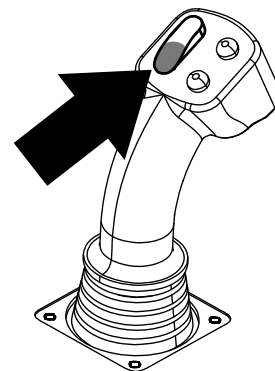
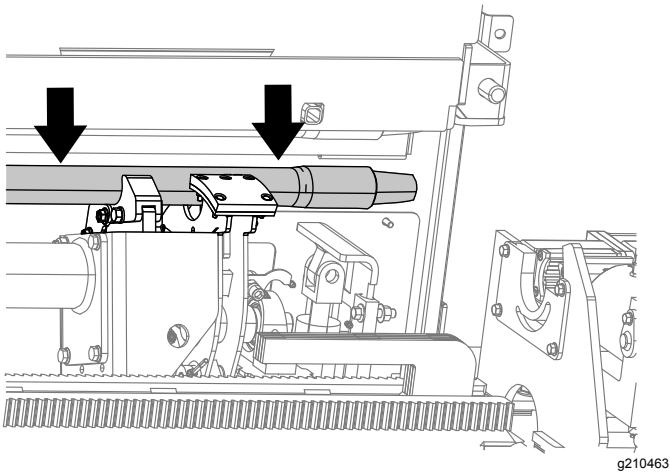

Figura 26
Figura 27
3. Mantenha premida a secção inferior do interruptor oscilador (Figura 26) até o conjunto do excêntrico rodar para a fila seleccionada e o tubo baixar para a abertura (Figura 27).